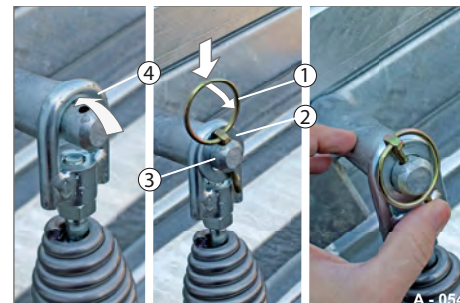

Abb. 35 Bordwand-Hebefeder gesichert
- ▶ Ziehen Sie die Zugöse (Abb. 35/4) der Bordwand-Hebefeder auf den Bolzen (Abb. 35/3) drauf.
- ▶ Setzen Sie die Scheibe (Abb. 35/2) ein.
- ▶ Drücken Sie den Sicherungsstift (Abb. 35/1) von oben in die Bohrung ein - so dass dieser an der Scheibe anliegt.